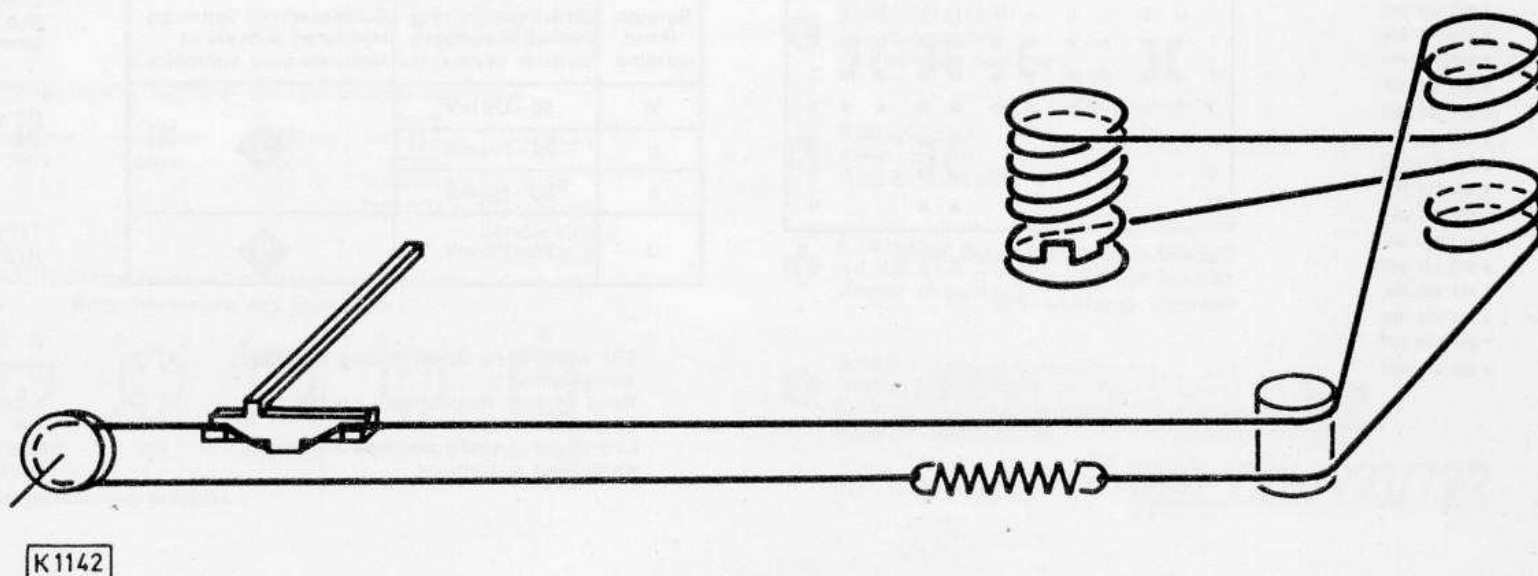

Fig. 7
- 7.2 Skalenseil (Länge ca. 1,0 m) nach Fig. 7 auflegen.
- 7.2 Place drive cable as shown in fig. 7 (length approx. 40").